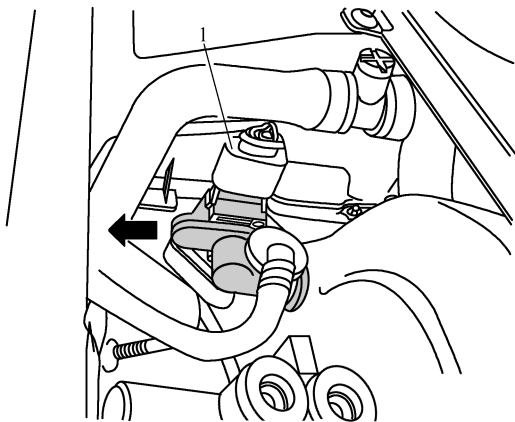

图 3-2-42 脱开插接器并沿箭头方向拔出压力传感器
- (1) 拆下排水槽盖板。脱开插接器 1 并沿箭头方向拔出压力传感器，如图 3-2-42 所示。